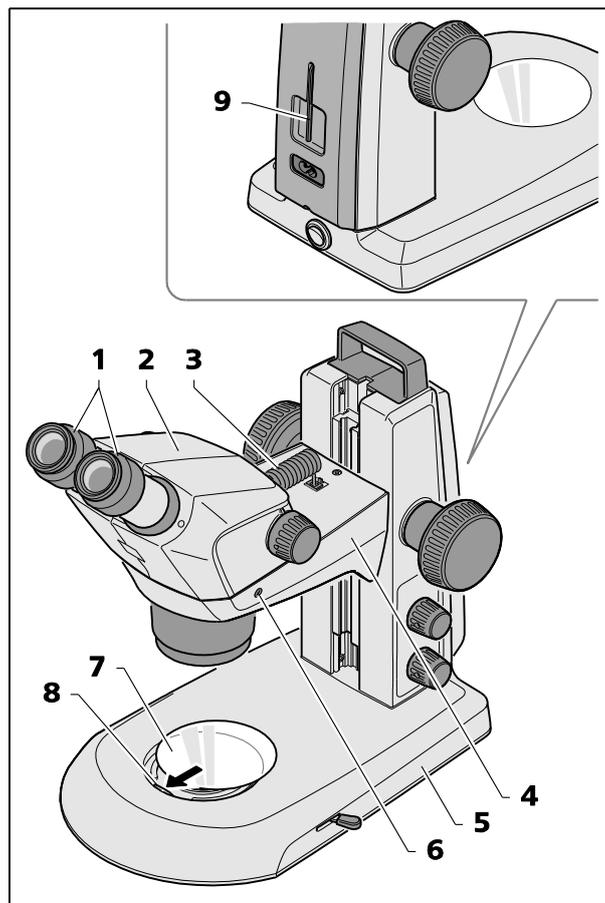

Fig. 10 Installation du stéréomicroscope
- Si le corps du Stemi 305 (Fig. 10/2) n'a pas encore été monté, l'insérer dans le support Stemi (Fig. 10/4), le mettre de niveau et le fixer à l'aide de la vis de serrage (Fig. 10/6). La clé Allen appropriée (Fig. 10/9) est située dans le support à l'arrière de l'appareil.
- Si les deux oculaires (Fig. 10/1) n'ont pas encore été montés, les insérer en butée dans le tube oculaire.
- Insérer le câble de connexion (Fig. 10/3) fourni avec l'appareil dans la prise du corps du Stemi et dans la prise du support du Stemi.
- Insérer la plaque en verre ou la plaque en plastique noir et blanc (Fig. 10/7) dans le support situé à la base du statif. Pour ce faire, appuyer la plaque de verre ou la plaque en plastique noir et blanc contre le ressort (Fig. 10/8) et la verrouiller.